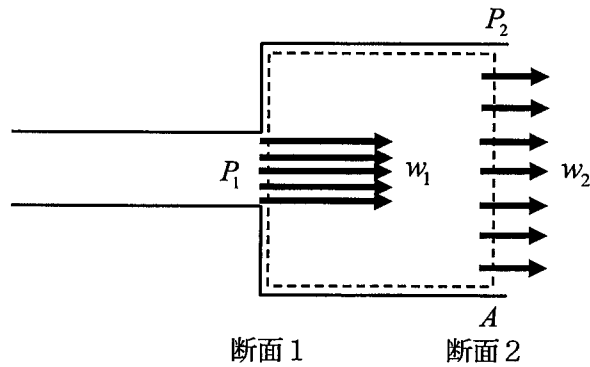

図2 急拡大管路の流れ
2) 図2のように、水平に置かれた管の断面積が急拡大する管路を考える。非圧縮性流体の定常流れであれば、管路の急拡大に伴う 3 によりエネルギーが散逸する。いま、破線で囲まれた検査体積を考え、検査体積の左端の断面1に流入する流速を  $w_1$ 、圧力を  $P_1$ 、右端の断面2から流出する流速を  $w_2$ 、圧力を  $P_2$ 、流体の密度を  $\rho$  とすると、それらを用いて単位質量当たりのエネルギー損失  $E_{\text{loss}}$  は次式で表される。